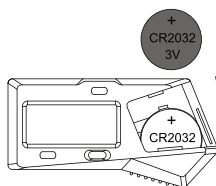

Abb.2
- Legen Sie die CR2032-Batterie in das Batteriefach ein, die positive Seite der Batterie (+) sollte nach außen zeigen.(Abb.2)